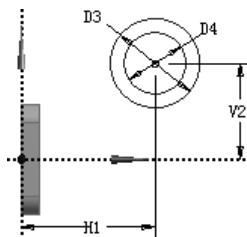

图 3.9.5 草图 2
(1) 绘制图 3.9.5 所示的草图 2。选择 **ZXPlane** 平面为草图平面，单击“New Sketch”按钮 ，绘制图 3.9.5 所示的截面草图，其中 $H1=72$, $V2=52$, $D3=48$, $D4=33$ 。